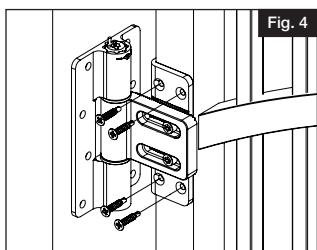

Fig. 4
- Fixer les charnières à la barrière à l'aide de vis de huit 1 po (25 mm) (4 à chaque coin des montants de la barrière (Fig. 4).